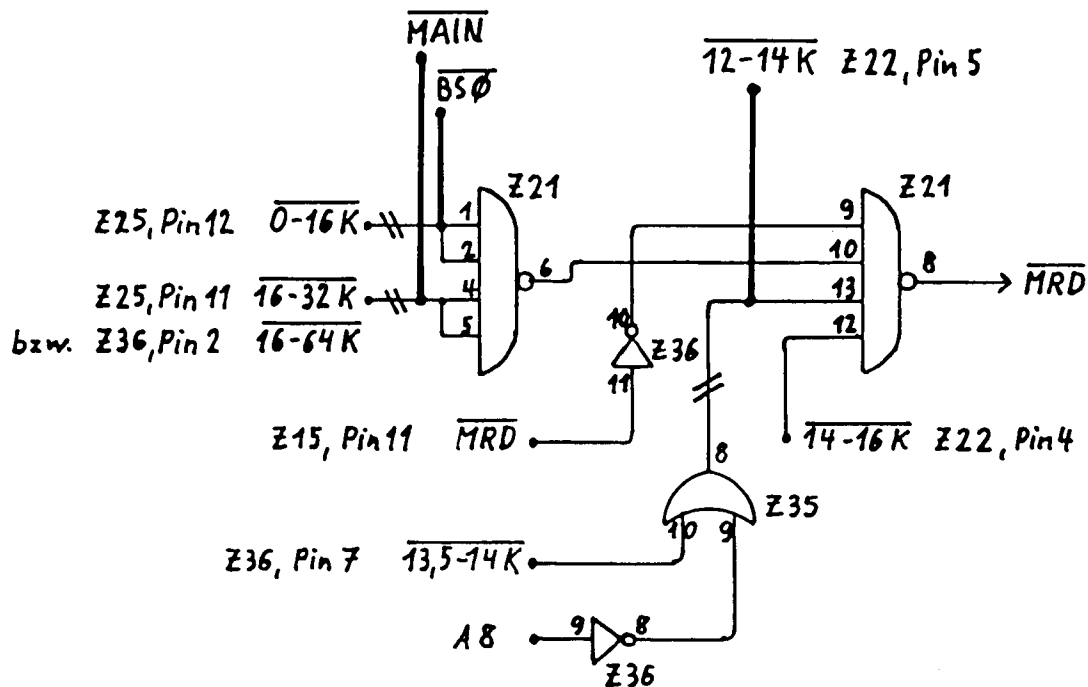

Abb.11 Ausblenden des Speicherbereiches 3700 H - 37FF H im Sonder-ROM über die Freigabe des Speicherlesetreibers (im Service Manual nicht dokumentiert)
4) Das Ausblenden des Bereiches 3700 H bis 37 FFH erfolgt nicht durch die \overline{OE} -Freigabe sondern durch die Freigabe der Speicherlesetreiber. Dies wird durch eine im Schaltplan des Service Manuals nicht dokumentierte Schaltung (Abb. 11) erreicht.